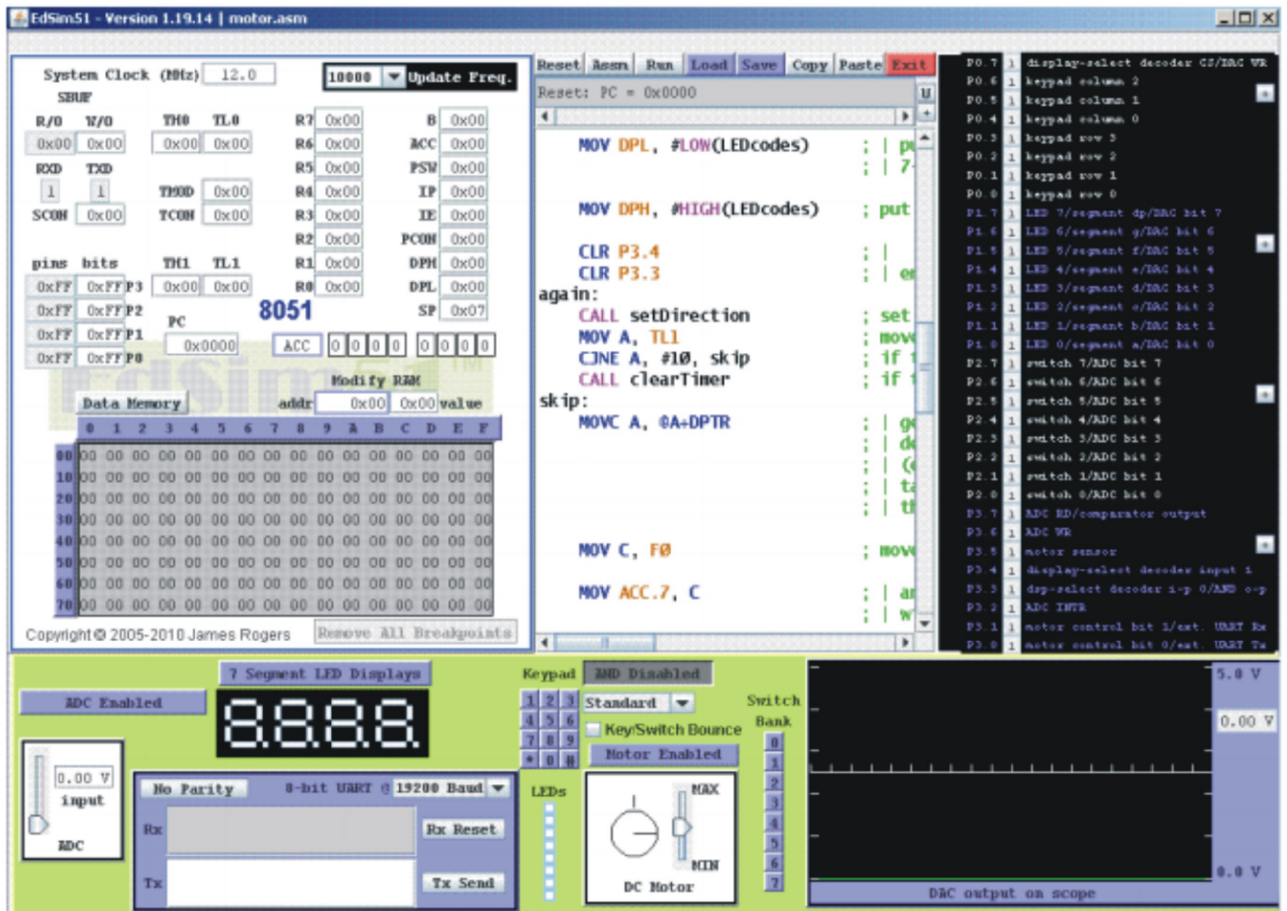

Рис. 7. Інтерфейс програмного симулятора
4.1.1. Відкрити інтерфейс емулятора, двічі клацнувши клав'яшею миші на архівованому файлі «EdSim51.jar». Відкриється інтерфейс програмного симулятора, зображений на рис. 7.
- **набору команд** програми з клавіатури. Для цього курсор встановлюється в верхній частині панелі і вводиться програма по одній команді в рядку (при потребі, з міткою та коментарем)(див. рис. 7);
4.1.2. Перед виконанням програми необхідно натиснути кнопку “Assm” панелі для асемблювання програми. Після цього, якщо команда записана невірно, в рядку під верхнім рядом кнопок панелі (на рис.7 виділений сірим кольором) з'явиться повідомлення про помилку, а **колір рядка зміниться на червоний**. Червоним кольором буде виділена також невірно написана команда.